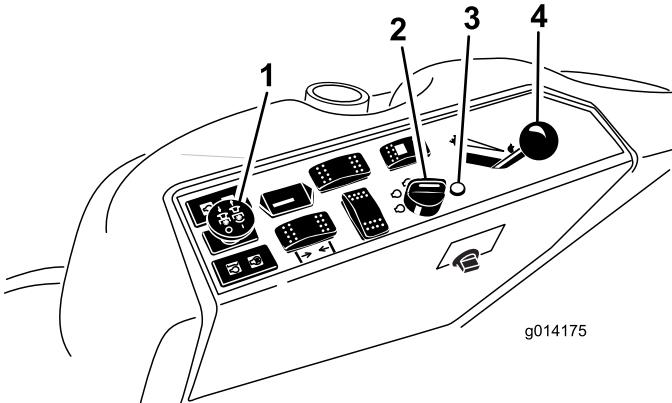

Figura 11
- Disinserite la presa di forza (posizione Off) (Figura 11).
- Portate la leva dell'acceleratore al centro tra le posizioni Minima e Massima (Figura 11).